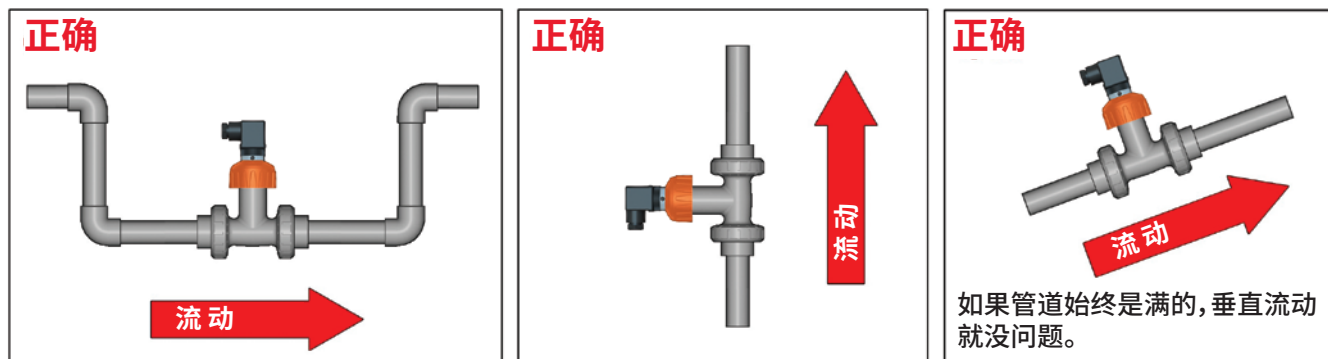

图 2
- 图 2 所示的三种配置可确保管道始终是满的: 为了正确测量, 传感器绝不能暴露在气泡中。